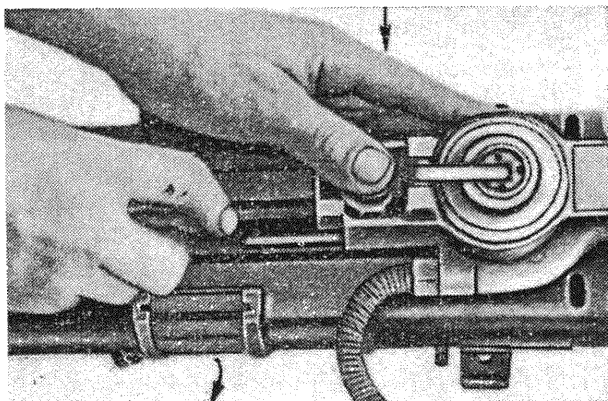

Рис. 59
7. Вынуть затвор из коробки, для чего выключить отверткой автошептало, продвинуть затвор до посадки ударника на электрошептало, выключить его отверткой и вытолкнуть затвор из окна коробки (рис. 59 и 60).